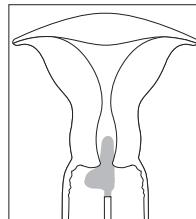

Fig. 1
3. Hold i skafet af FLOQSwabs®, indsæt podepindens spids (den lange del af L'et) inde i livmoderhalskanalen, mens den bredere del af podepinden (den korte del af L'et) holdes udenfor. Se fig. 1